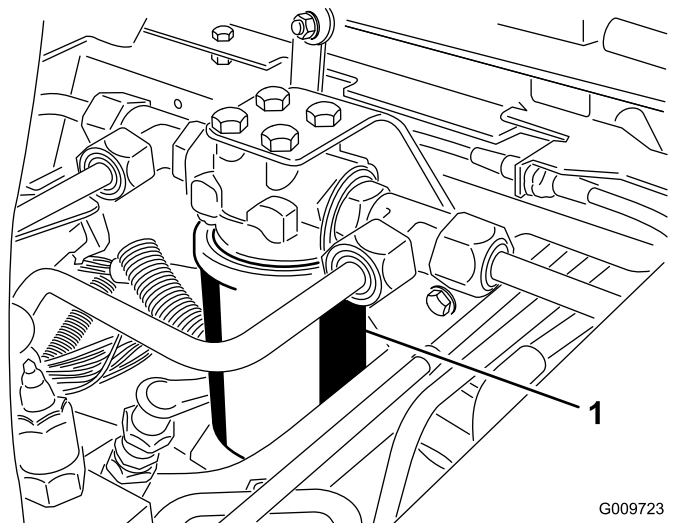
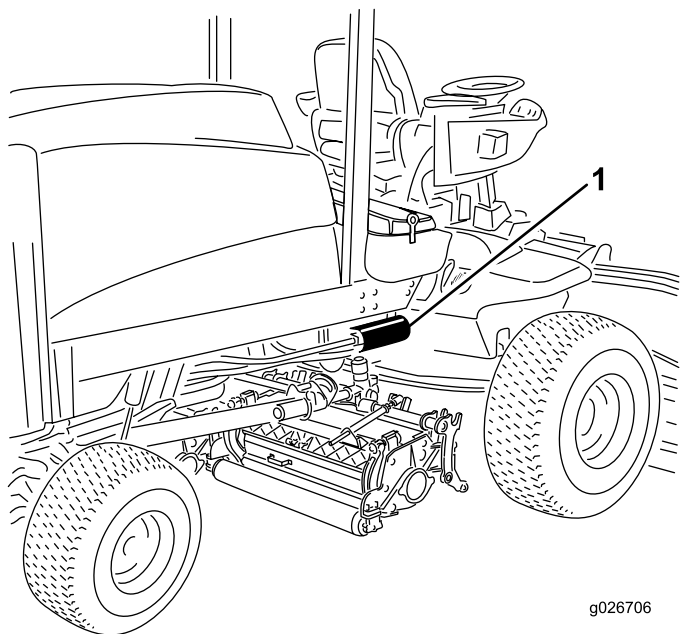

図 97
図 98
2. フィルタ容器の周辺をウェスできれいにぬぐう。フィルタ 図 97 と 図 98 の取り付け部周辺をきれいにふき、下に廃油受けを用意し、フィルタを外す。